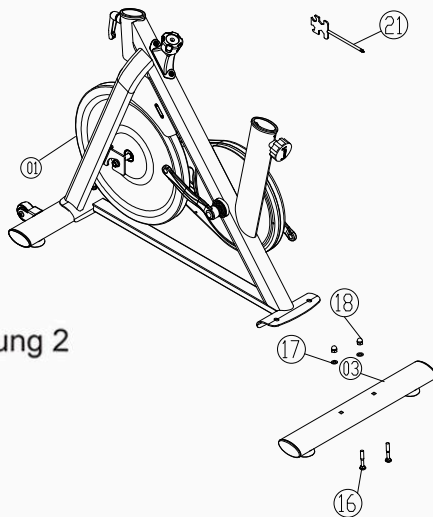

Abbildung 2
2. Befestigen Sie die Hauptrahmenbaugruppe (Teil 01) an der hinteren Fußrohrbaugruppe (Teil 03) mit zwei M8×55 Schlossschrauben (Teil 16), zwei Unterlegscheiben (Φ20×Φ8,5×1,5t, Teil 17) und zwei Abdeckkappen (Teil 18), wie in Abbildung 2 gezeigt.